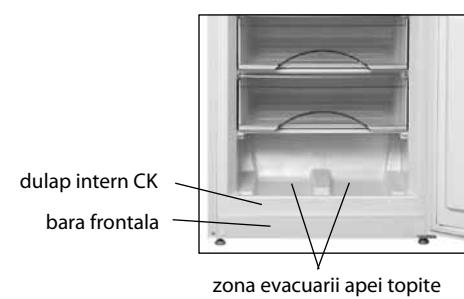

Figura 7 – Colectarea apei topite din CK
- a elimina apă topită din zona surgerii în conformitate cu figura 7 cu materie ce absoarbe usor pe masura topirii poliei;